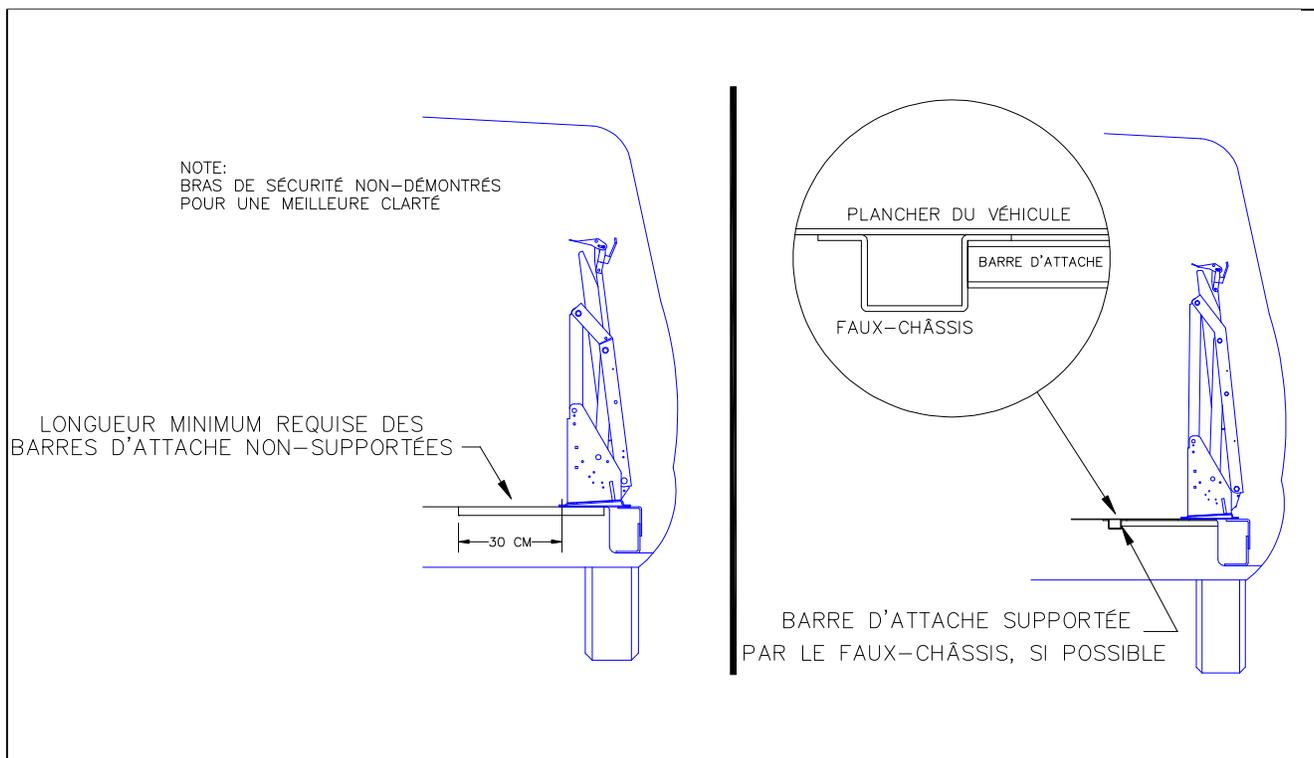

FIGURE 2-2: ARRANGEMENT POUR FOURGONNETTE FORD
- Référez à la **Figure 2-2**. A ce qui attait aux fourgonnettes de marque FORD, les barres d'attaches sont utilisées pour répartir la charge. Elles ne devraient qu'être coupées seulement pour dégager une partie du faux-châssis en cas d'absolue nécessité. Une partie du faux-châssis devrait être employée pour appuyer une barre d'attache lorsqu'il s'avère possible.